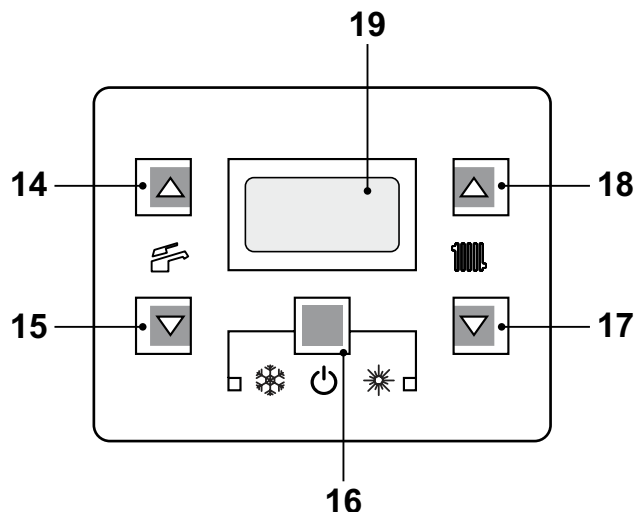
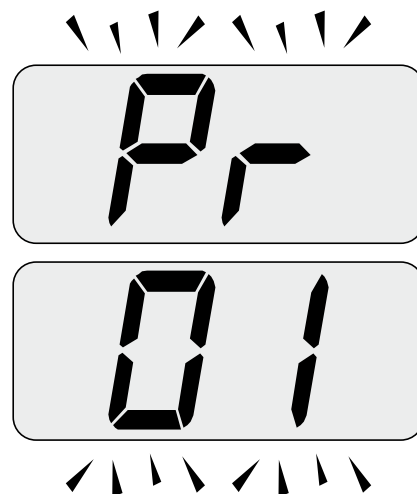

Figura 5.31
Figura 5.32
- Entrare in "modalità programmazione" premendo contemporaneamente per 10 secondi i tasti 16 - 17 - 18 (Figura 5.31) fino a far apparire sul display LCD le lettere **Pr** che si alternano con il codice **01**, indicando l'entrata nel "parametro 01"(Figura 5.32).
- Premere contemporaneamente i tasti 16 e 18 (Figura 5.31) fino a far apparire sul display LCD il valore del parametro 17 (Figura 5.34).
- Premendo il tasto 16 (Figura 5.31) si ottiene la conferma del valore inserito.
- Premendo contemporaneamente i tasti 16 e 17 (Figura 5.31) si esce senza modificare il valore (ritorno alla lista parametri Figura 5.32)
- Premendo contemporaneamente per 10 secondi i tasti 16 - 17 - 18 (Figura 5.31) si esce dalla "modalità programmazione".